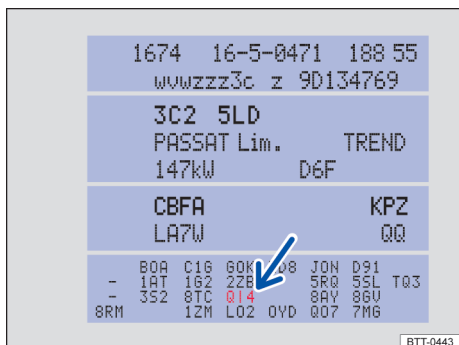

Fig. 279 Adhesivo portadatos del vehículo con núm. PR del servicio correspondiente (representación esquemática).
- Consulte el número PR que figura en el adhesivo portadatos del vehículo → fig. 279 (flecha) → pág. 387.